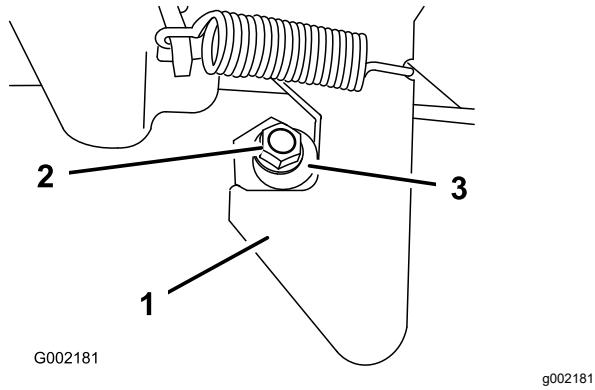

Figura 69
1. Desaperte a porca de bloqueio na extremidade do perno do trinco (Figura 69).
2. Rode o perno do trinco no sentido dos ponteiros do relógio até encostar à zona de gancho do trinco (Figura 69).